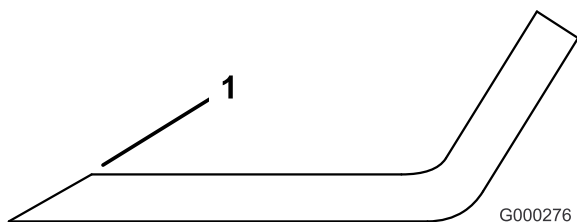

Bild 32
3. Untersuchen Sie die Schnittkanten aller Messer. Schärfen Sie alle stumpfen und ausgekerbten Schnittkanten. Schärfen Sie nur die Oberseite der Schnittkanten und behalten dabei den ursprünglichen Schnittwinkel bei, um die Schärfe des Messers zu gewährleisten (**Bild 32**). Das Schnittmesser behält seine Auswuchtung bei, wenn von beiden Schnittkanten die gleiche Materialmenge entfernt wird.